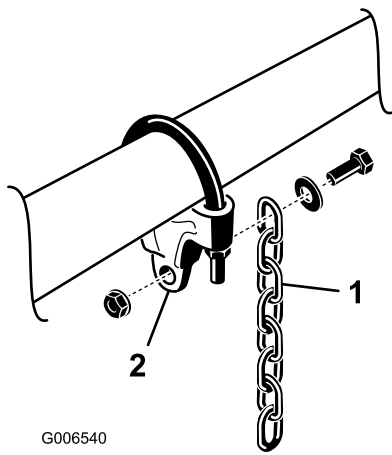

Figura 13
5. Monte una cadena de elevación a cada soporte con un tornillo, una arandela y una tuerca, colocados según se indica en Figura 13.